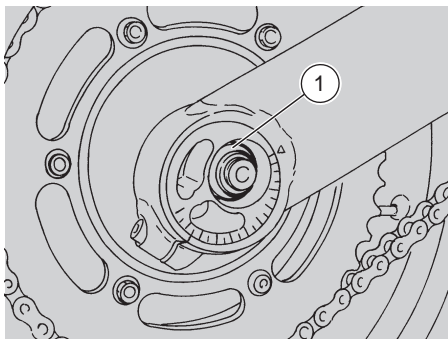

Fig. 31
## RUOTA POSTERIORE (Fig. 31- 32)
- ◆ Togliere il dado (1 Fig. 31).
- ◆ Inserire e girare il dado (1 Fig. 31), sino ad assestare il perno nella sede.